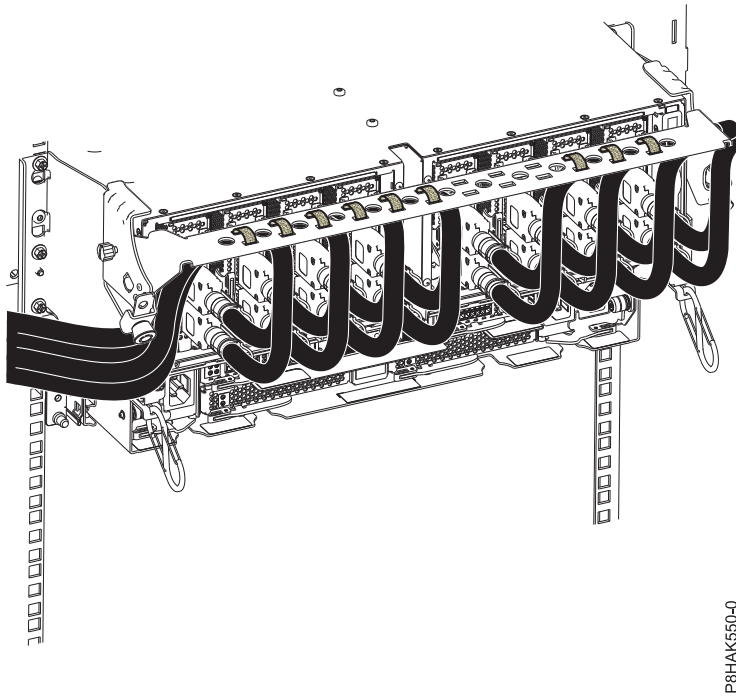

Figura 47. Cómo hacer pasar los cables por la abrazadera portacables
4. Haga pasar el CXP, los cables del cajón de expansión y los cables de entrada/salida (E/S) por la abrazadera portacables. Consulte la Figura 47 en la página 47.
- f. Utilizando cierres de velcro, haga pasar el cable sobrante y la fibra del cable por la abrazadera, tal como se muestra en la Figura 47 en la página 47.